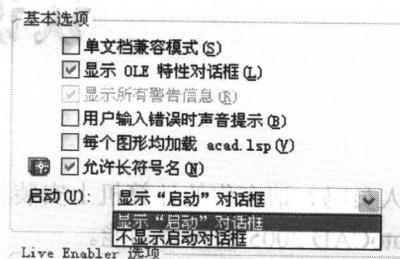

图 1.2 “启动”方式选择
- (1) 在“工具”菜单上选择“选项”选项；
- (2) 在“选项”对话框中激活“系统”选项卡；
- (3) 在“基本选项”下，选择下拉列表中的“显示‘启动’对话框”选项，如图 1.2 所示。